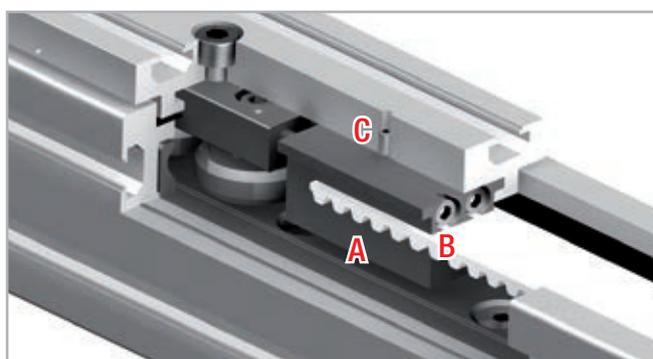

Fig. 65
1. Desenroscar los tornillos de seguridad C (en la parte superior del cursor) desde el dispositivo de tensado de la correa A (ver fig. 65).